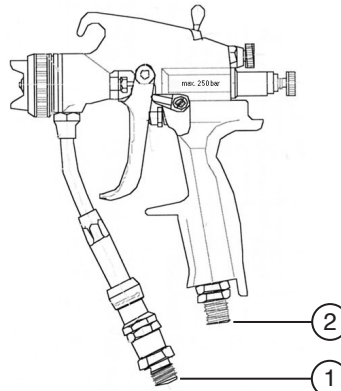

Abb. 12 Spritzschlauch und Zerstäuberluftschlauch an Spritzpistole montieren
- an den Lufteingang der gesicherten Spritzpistole (Abb. 12)
- an den Materialeingang der gesicherten Spritzpistole (Abb. 12)